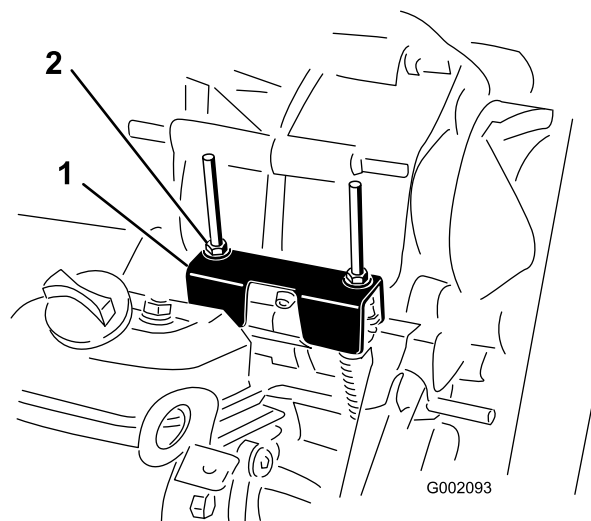

Figure 59
Lors des entretiens courants et/ou des diagnostics du moteur, vous devez placer la boîte-pont au POINT MORT (Figure 59). La position POINT MORT de l'inverseur de marche commande le point mort de la boîte-pont. Procédez comme suit pour vérifier que le point mort de l'inverseur de marche actionne correctement le point mort de la boîte-pont :
2. Vérifiez que la patte de réglage du point mort est à la position POINT MORT (au même niveau que le support de fixation du câble situé sous la patte d'inversion de marche) en tournant l'embrayage (Figure 59).
3. Tournez un des contre-écrous (Figure 59) pour obtenir un espace de 0,76 à 1,52 mm entre le bas de l'écrou/la rondelle et la patte de réglage du point mort.